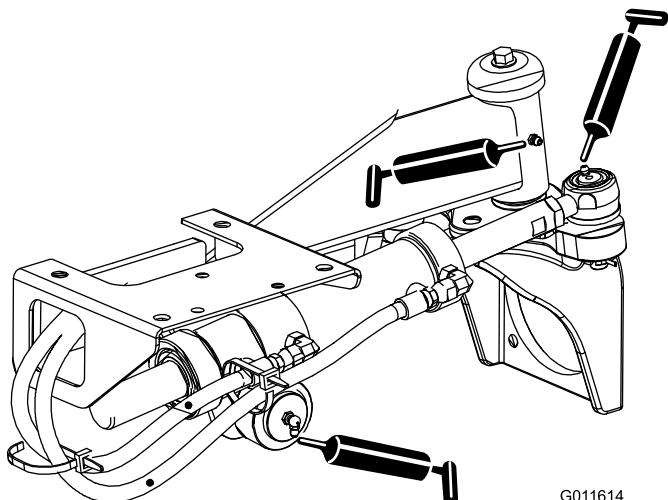

Bild 53
- Lenkzylinder-Kugelgelenke (2) und Hinterachse (1) (Bild 53)